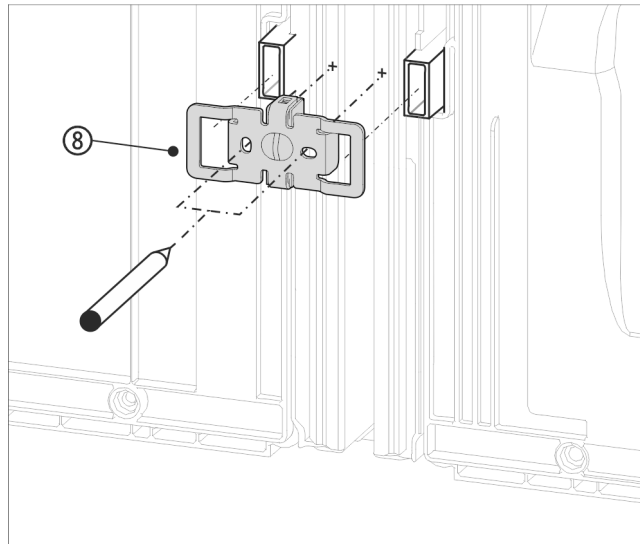

Fig. 17 Példaként szolgáló ábrázolás
- ▶ Tolja rá a rögzítővasat Fig. 17 (8) a bemarásokkal a fali távtartó számára kialakított felvevőre.